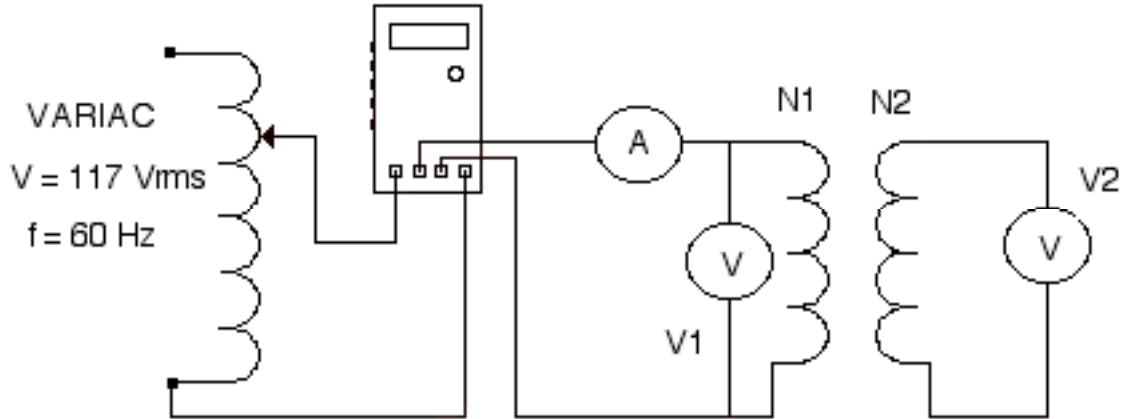

Figura 9.5.
32.- Para realizar las pruebas de vacío del transformador, monte el circuito de la figura 9.5.